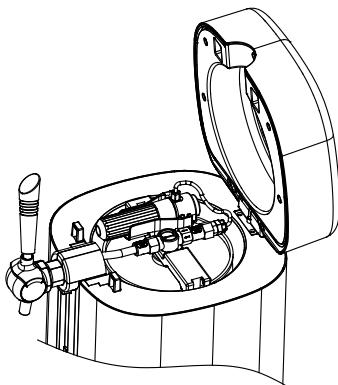
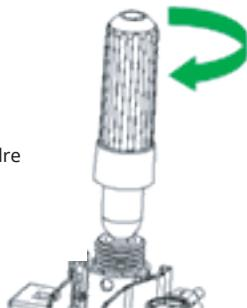

Figure 14
Figure 16
4. Tourner l'ensemble de la soupape de surpression de l'intérieur du capuchon supérieur vers l'extérieur selon un angle approprié, l'angle maximal ne devant pas dépasser 90 degrés (comme illustré à la figure 14). Dévissez ensuite la douille du cylindre, insérez une bouteille de CO2 de 16 g (3 bouteilles de CO2 attachées) dans la douille du cylindre (comme indiqué dans la figure 16), puis serrez soigneusement et rapidement la douille du cylindre (dans le sens des aiguilles d'une montre) (comme indiqué dans la figure 16) jusqu'à ce que vous entendiez un clic, indiquant que le joint du cylindre a été percé et que le gaz CO2 peut s'écouler librement. Tournez ensuite l'ensemble du réducteur de pression vers le haut et enclenchez-le dans l'ensemble du couvercle supérieur. Si vous devez remplacer la bouteille, suivez les étapes en sens inverse (assurez-vous que le gaz a été évacué avant de remplacer la bouteille).